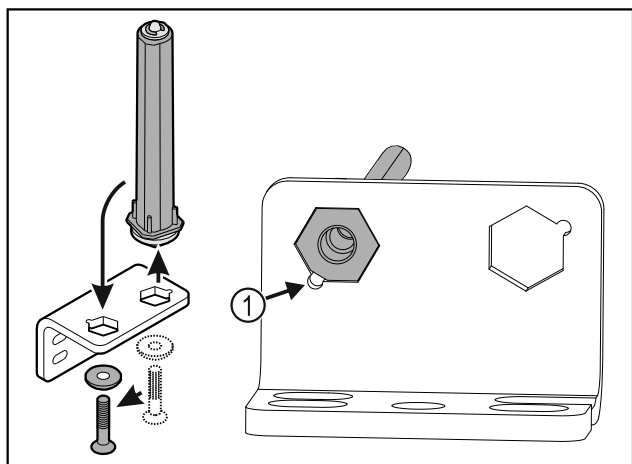

Fig. 31
- ▶ Aveți în vedere ca la introducerea, teșitura bolțului Fig. 31 (1) să fie orientată spre orificiul rotund.